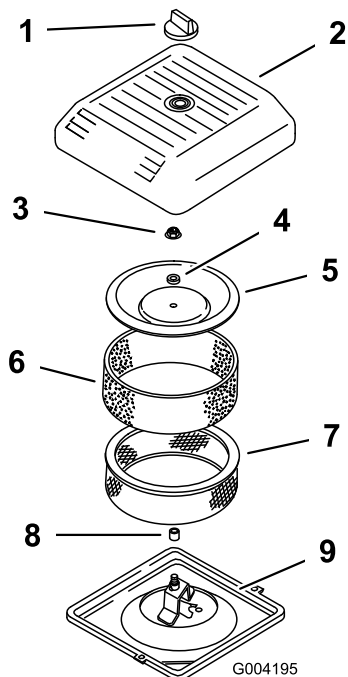

Figura 147
1. Glisai cu grijă prefiltrul din spumă pe filtrul din hârtie (Figura 147).